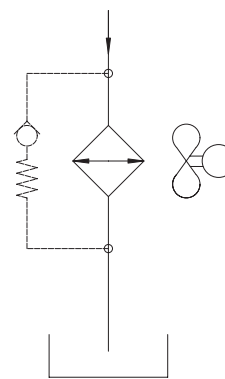

Fig.2
Si raccomanda l'installazione di una valvola di by-pass (vedi fig. 2) a protezione dello scambiatore dall'innalzamento della pressione dovuta alla elevata viscosità del fluido durante le partenze a freddo.
*We recommend installing a by-pass valve (see fig. 2) to protect the exchanger from over-pressure generated when the plants is started up due to high oil viscosity.*